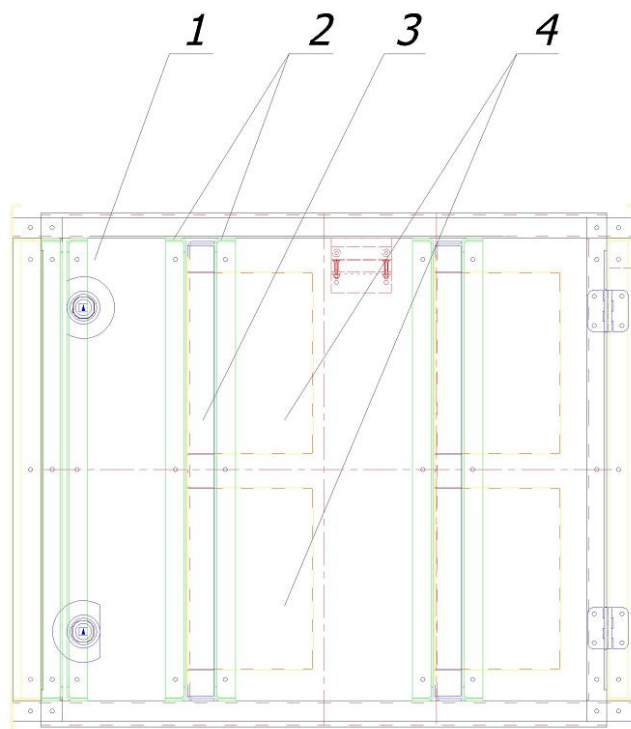

Рис. 4. Газоразрядный блок
Позиции на Рис. 4:
- a. Открыть дверь блока (Рис. 4, поз. 1)
- c. Извлечь раму (Рис. 4, поз. 3) с чашами из корпуса блока по направляющим (рис. 4, поз. 2)
- a. Извлечь Газоразрядную ячейку (Рис. 4, поз. 4)